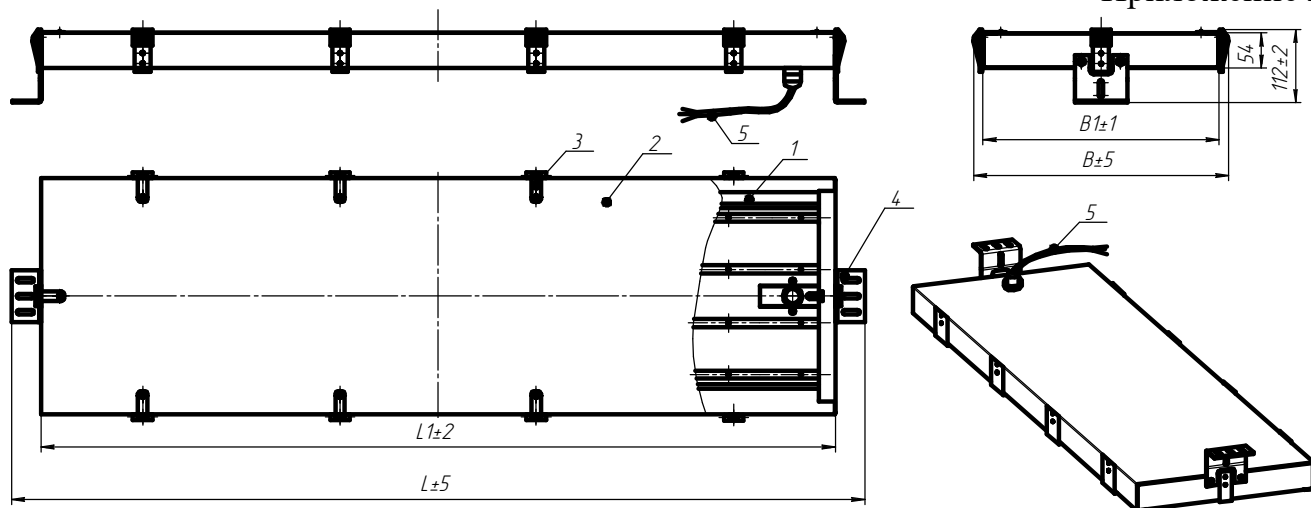
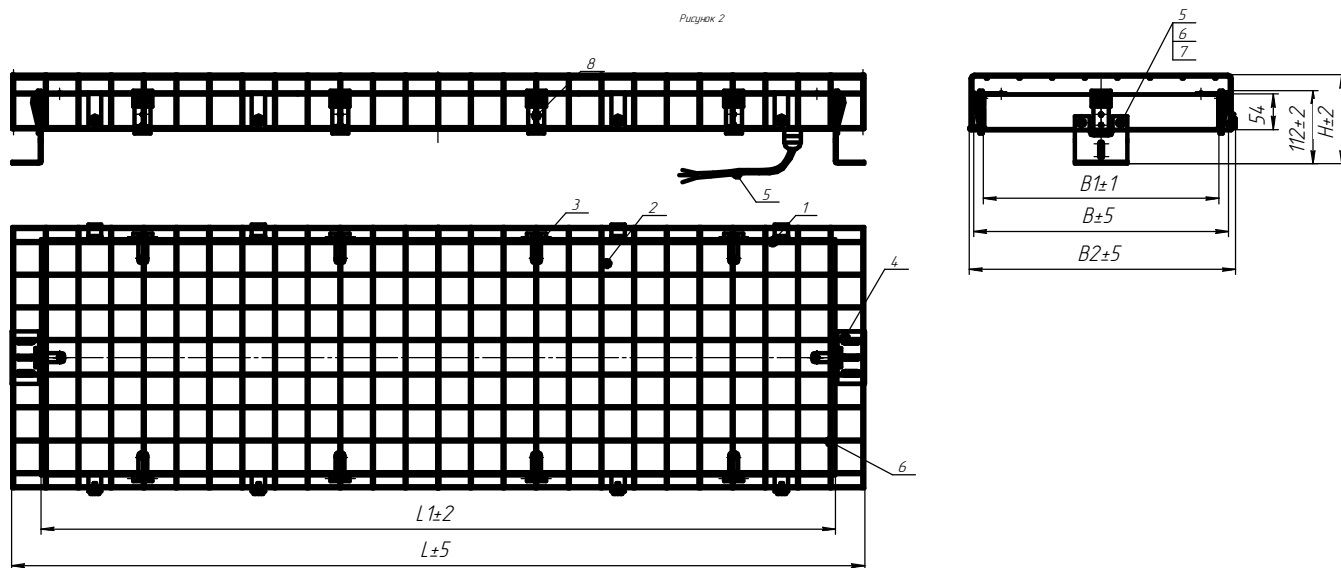
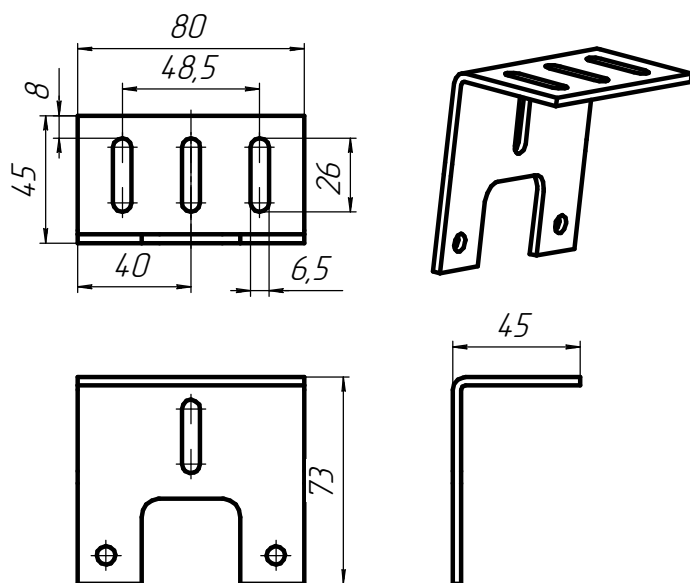

Рисунок 1
Рисунок 2
Рисунок 3. Скоба подвеса
4.1 Светильник состоит из корпуса в сборе (см. Приложение А, рис.1 поз.1), в котором выполнен монтаж электрической схемы светильника, стекла в сборе поз.2, соединенное с корпусом при помощи защелок (поз.3); скоб крепления 2 шт (поз.4; размеры см рис.3); сетевого кабеля для подключения к сети питания (поз.5), светильник Sport + решетка (поз.6) рисунок 2.